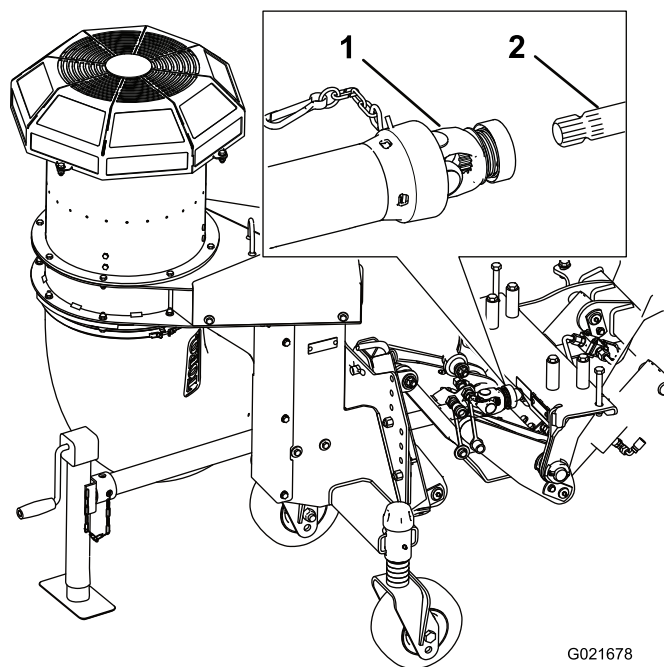

Figure 13
6. Fixez la chaîne de sécurité au cadre d'attache rapide (Figure 13).
5. Montez l'arbre d'entraînement sur le cadre d'attache rapide en glissant le dispositif d'attache rapide sur l'arbre (Figure 13).